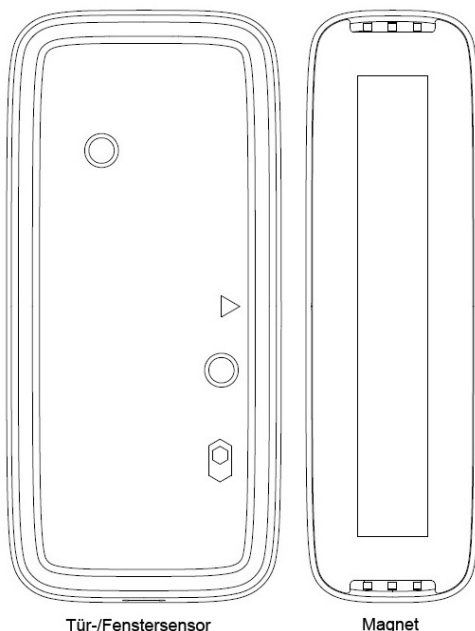

Abbildung 4-8
- Achten Sie während der Installation auf die Ausrichtung; installieren Sie den Magnet auf der Seite des Sensors, der auf der Rückseite mit einem Pfeil markiert ist. Siehe Abbildung 4-8 (rechts: Sensor, links: Magnet).